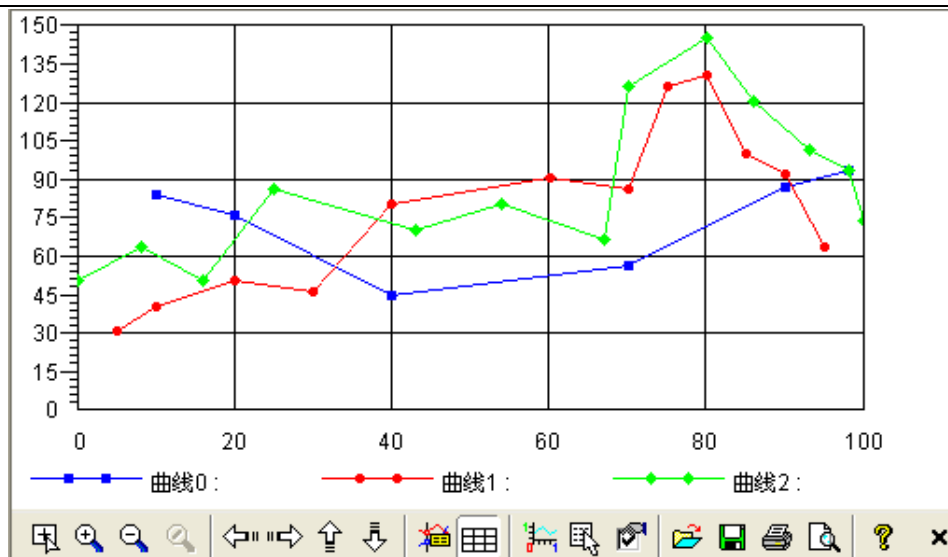

图 7-1 XY 曲线控件窗口
- 3、单击工具箱中的插入通用控件  工具，在弹出的插入控件窗口中双击“KvChatXY ActiveX Control”，在画面上绘制 XY 曲线窗口，如图 7-1 所示：